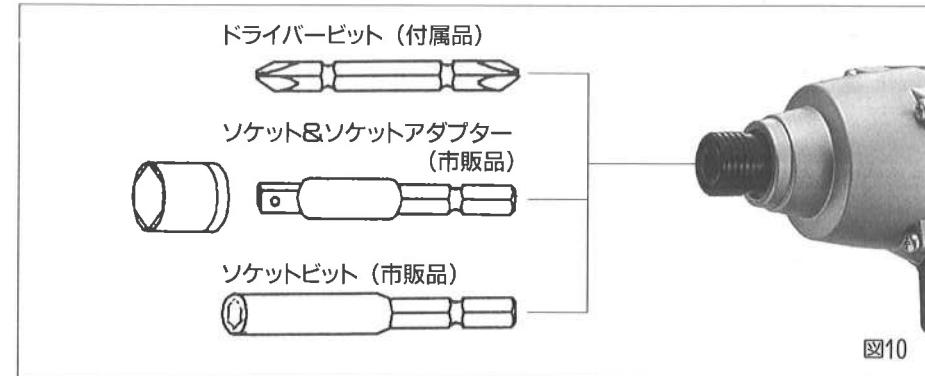

図10
- (注)ビットについては次ページの図9、図10をご参照ください。